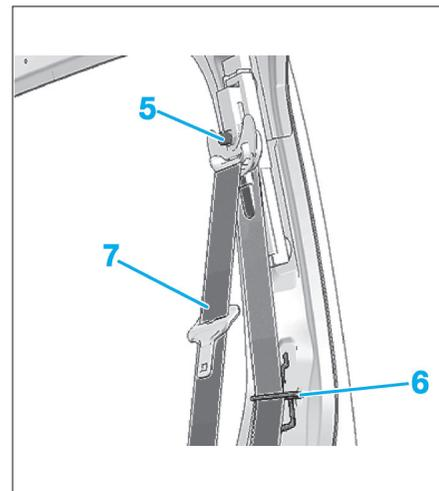

Fig. 30
- la vis de fixation supérieure (5) de la ceinture (Fig.30),
- l'épingle (6),
- la ceinture de sécurité (7).